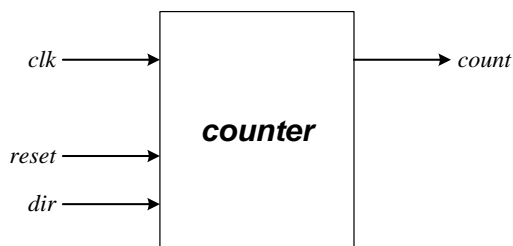

图 6、双向循环计数器
2.11、设计一个能够递增和递减的 8 位双向循环计数器，计数器的示意图如图 6 所示。